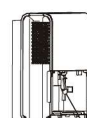
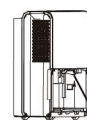

Fig.7
Fig.8
- Dacă furtunul cade când îndepărtați găleata (vezi Fig. 7), trebuie să îl reinstalați corect în unitate înainte de a reșeza găleata (vezi Fig. 8).